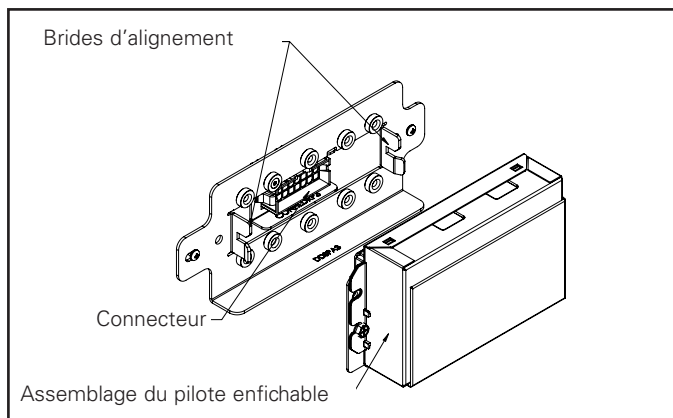

Figure 25.
8. Tenez et tirez l'ensemble du boîtier de pilote enfichable jusqu'à ce qu'il se déconnecte (Figure 25).
11. Alignez le boîtier de pilote enfichable aux brides d'alignement et au connecteur sur la boîte de jonction, puis poussez-le doucement jusqu'au fond pour enclencher le connecteur (Figure 25).